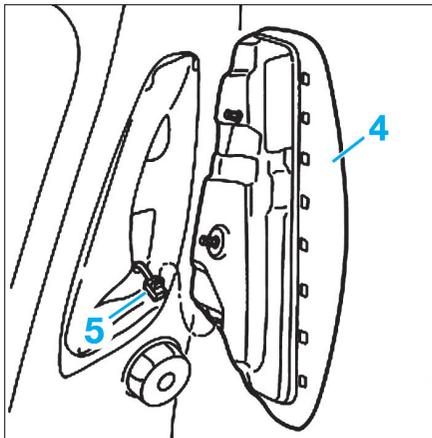

Fig. 13
- Sortir l'airbag latéral avant (4) (Fig.13).
- Débrancher le connecteur (5).